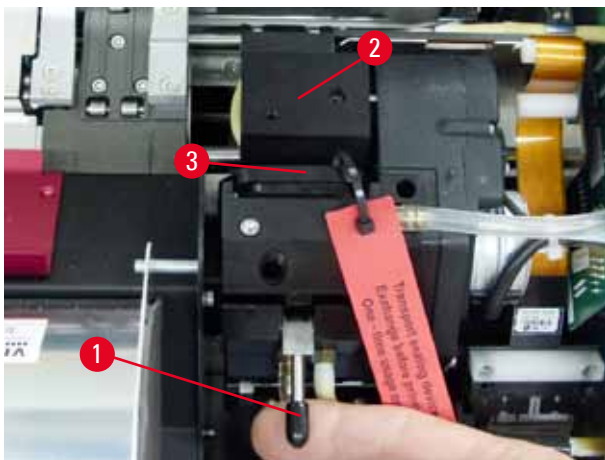

Fig. 30
- 4. Skrivehodet (→ "Fig. 30-2") beveger seg oppover til en posisjon ca. 1 cm fra leppetetningen (→ "Fig. 30").